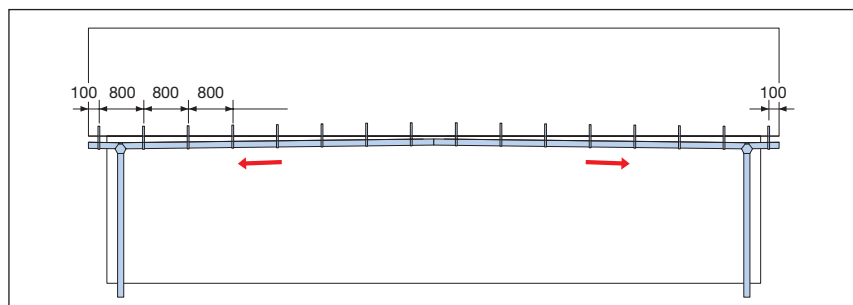

Fig. 2. Tagrende over 12 m.
3. Fastgør rendejern 400 mm til højre for markeringen for tudstykke og ca. 2,5 mm højere end rendejern til venstre (det laveste rendejern - se fig. 2).